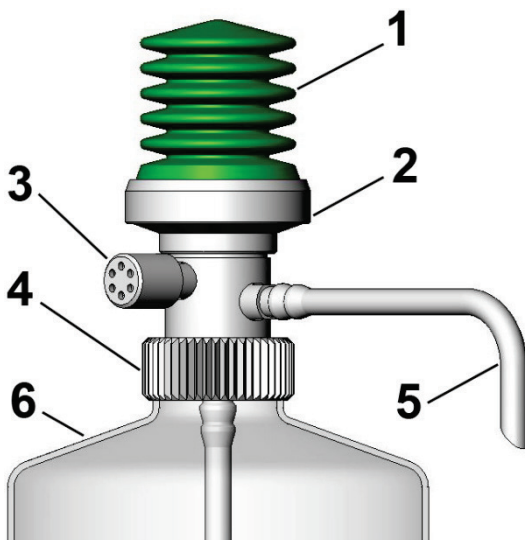

Рисунок 1
- 5.1. Перекачивающая система (Рисунок 1) состоит из насоса-сильфона 1, корпуса 2, декомпрессора с поворотной головкой 3, накидной гайки 4, и продуктопровода 5.